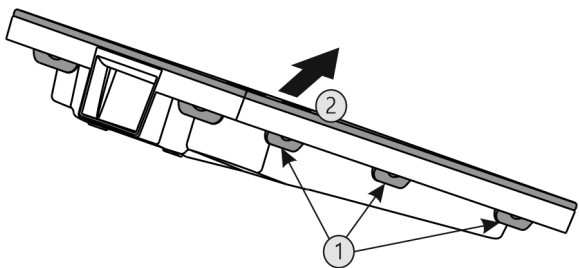

Fig. 56
- ▶ Последовательно нажать на все накладки Fig. 56 (1) и снять крышку Fig. 56 (2).